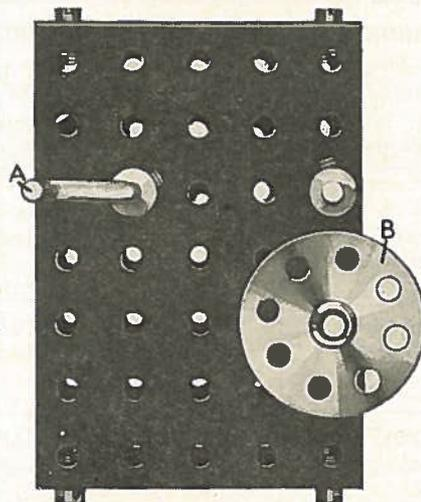

Fig. 1.
Si on tourne la manivelle du mystérieux mécanisme de renversement de marche Fig. 1, nous communiquons une rotation à l'arbre supportant la roue B, mais cet arbre tournera toujours dans la direction des aiguilles d'une montre, que nous tournions la manivelle A, soit à droite, soit à gauche.
le mystère est expliqué. L'extrémité de la manivelle (A dans la Fig. 1) peut être vue en 3, tandis que 9 est la tringle supportant la roue à boudin B. Le levier (1) et le levier d'angle (2) sont libres sur l'arbre de la manivelle (3) mais sont maintenus en place par le collier (4). Des boulons pivots (5 et 6) sont passés au travers des bras du levier d'angle et fixés par les vis d'arrêt des pignons de 12 mm., un jeu suffisant étant réservé au boudin de tourner librement.